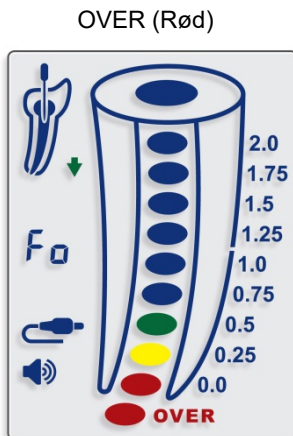

Fig. 11
- ⚠** Den røde **OVER**-indikasjonen sammen med hyppige pipetoner, indikerer at filens tupp har skredet frem lenger enn åpningen i den periapiske regionen – «Åpning over-instrumentering» (Fig. 11).